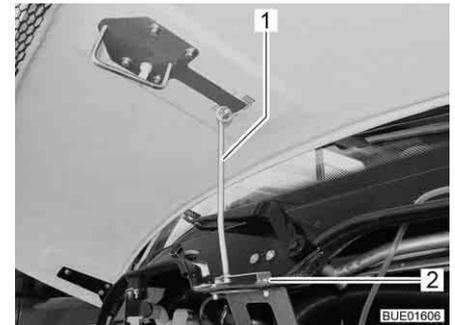

Bild 39 Stütze Motorhaube (Viseo)
- Stütze (Bild 39,1) ausklappen und in die Aufnahme (Bild 39,2) einhängen.